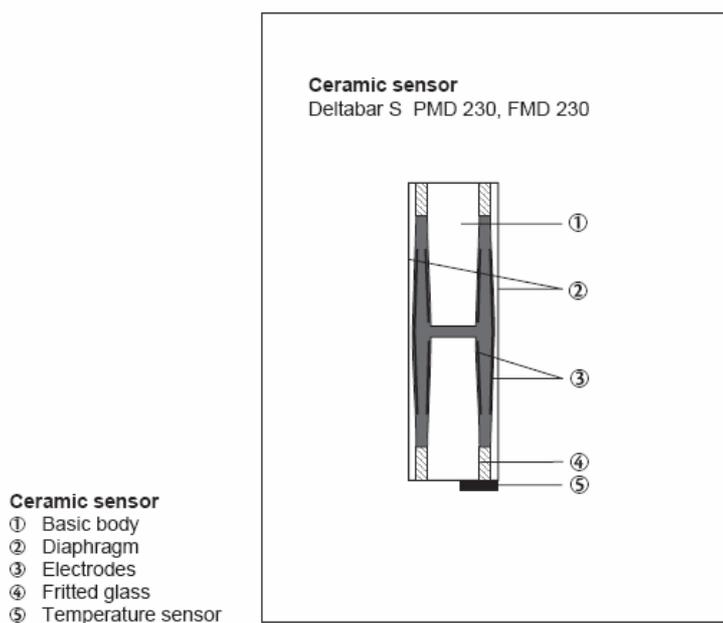

Figura 5.10. Sensor cerámico Deltabar S PMD 230
**El sistema de presión actúa sobre el diagrama del sensor causando un desplazamiento, este cambio de distancia causa un cambio de capacitancia. En la figura 5.10, se muestra el sensor cerámico para Deltabar S PMD 230**